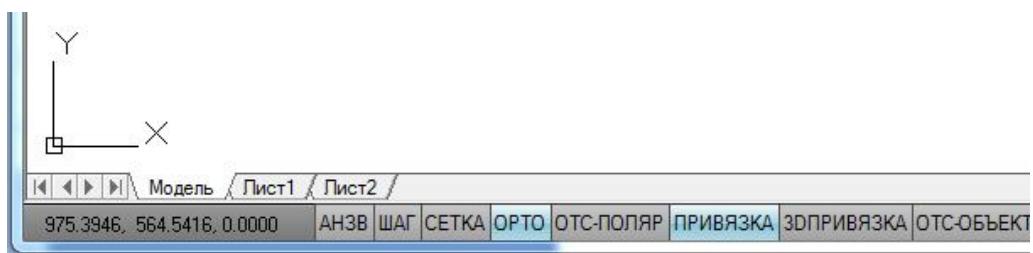

Рис. 6. Строка состояния.
2.1. Включить текущие объектные привязки и режим **Орто** в строке состояния (рис. 6).